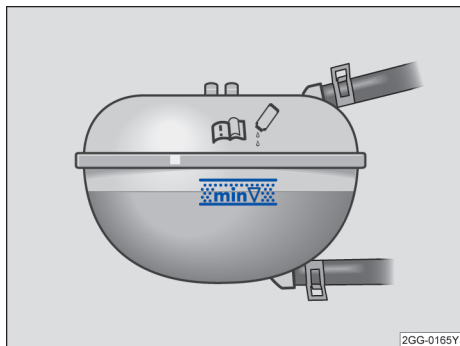

图 150 冷却液补偿容器上的液位标记
- 电驱动装置处于冷态时检查冷却液液位是否在膨胀罐侧面的标记范围内。→ 图 150